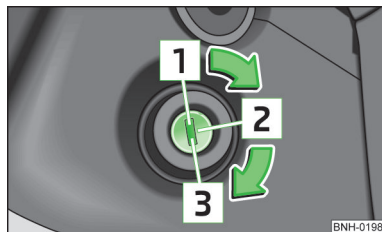

Fig. 88
Posicionamiento de la llave del vehículo en la cerradura de encendido » fig. 88
- Conectar el encendido **2** » fig. 88.
► Gire la llave a la posición 1 » fig. 88 de la *página 99*.